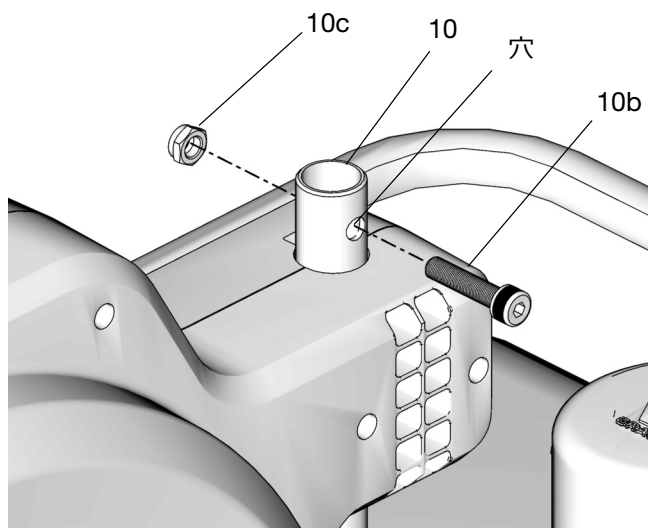

図 18
4. リールブラケット(10)の穴を通してネジ(10b)を取り付けて、ホースリールをしっかりと支えるため、ナット(10c)でネジをその位置に固定します(図18)。